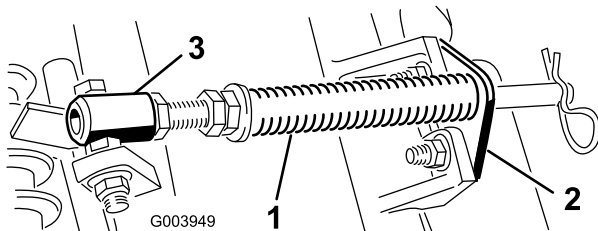

Figure 5
A. Retirez les 2 boulons de carrossiers et les écrous de fixation du support de tige aux pattes du plateau de coupe (Figure 5).
B. Retirez l'écrou à embase qui fixe le boulon du tube de ressort à la patte du bâti porteur (Figure 5). Déposez l'ensemble.